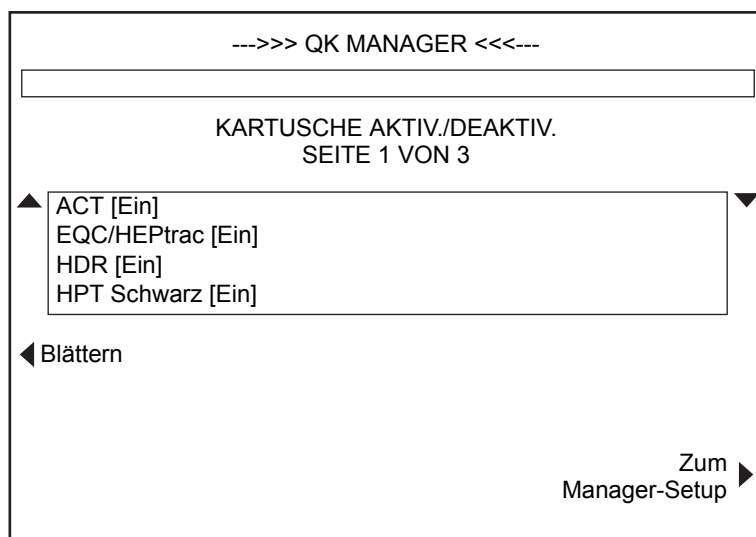

Abbildung 3-22. Bildschirm KARTUSCHE AKTIV./DEAKTIV.
11. **Kartuschen aktiv./deaktiv.** – Wenn Sie im Bildschirm QK MANAGER SETUP die Funktionstaste **Kartuschen aktiv./deaktiv.** drücken, erscheint der in Abbildung 3-22 dargestellte Bildschirm KARTUSCHE AKTIV./DEAKTIV. In diesem Bildschirm wird die Liste autorisierter Kartuschen verwaltet.